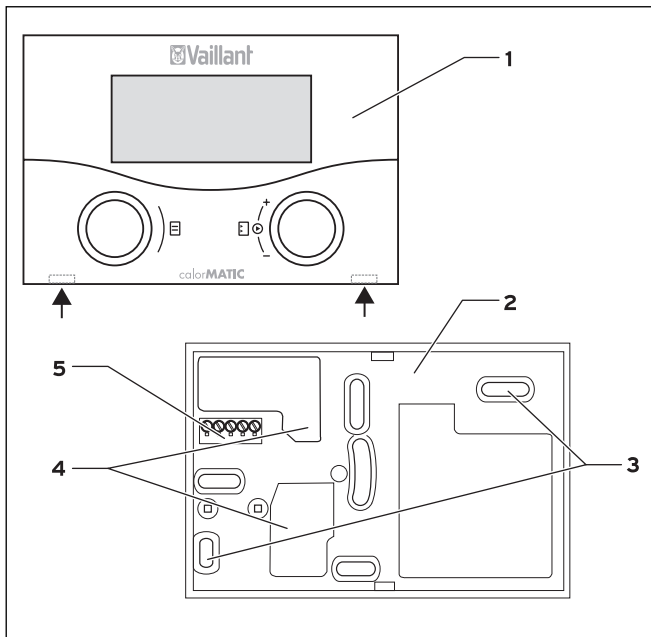

Fig. 4.1 Installazione della centralina calorMATIC 392
- ⇒ Staccare la centralina (1) dal supporto murale (2). A questo scopo, inserire un cacciavite nelle due linguette di arresto (vedere freccia in fig. 4.1).
- ⇒ Praticare due fori del diametro di 6 mm corrispondenti alle aperture di fissaggio (3).
- ⇒ Far passare il cavo dell'eBUS attraverso uno dei passaggi cavo (4).
- ⇒ Spingere delicatamente la centralina nel supporto a muro finché si innesta. Il connettore maschio sul retro della centralina deve entrare nel collegamento a spina (5) previsto nel supporto a muro.